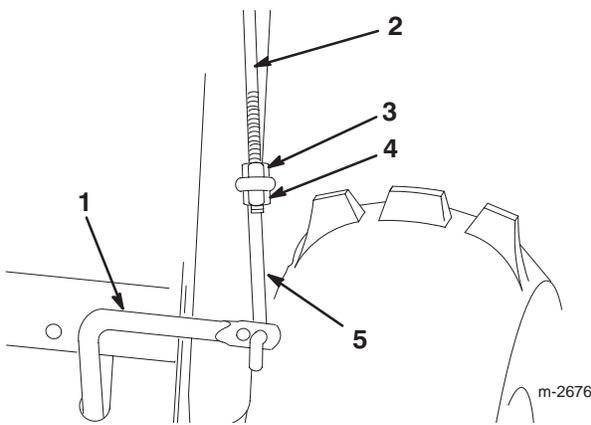

Bild 12
- Drehen Sie eine Bundmutter (Bundseite unten) auf die obere Betätigungsstange an der rechten Seite des Griffelements auf (Bild 12).
- Bringen Sie das untere Gestänge durch die äußere Bohrung in der unteren Betätigungsstange an (Bild 12).
- Stecken Sie die obere Betätigungsstange durch die Öse im unteren Gestänge (Bild 12).
- Drehen Sie eine Sicherungsbundmutter (Bundseite nach oben) auf die Unterseite der oberen Betätigungsstange unter die Öse im unteren Gestänge (Bild 12).
- Stellen Sie wenn erforderlich die Bundmutter und die Sicherungsbundmutter (Bild 12) ein, um die richtige Entfernung zwischen der oberen Kante des Handgriffs und der unteren Kante des Betätigungshebels für Schnecke/Gebläserad zu erzielen.